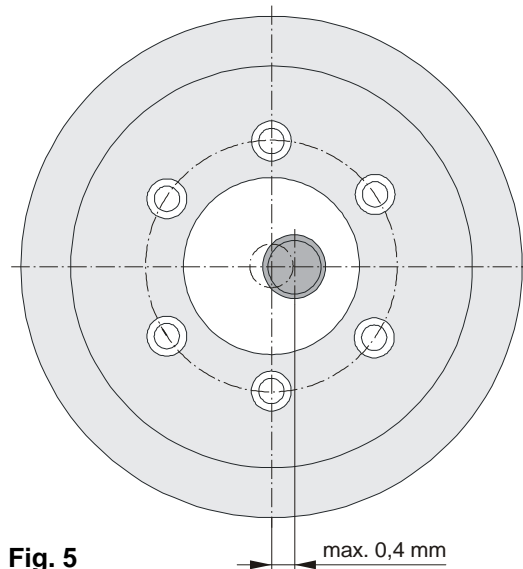

Fig. 5
- ❑ L'excentricité des bouts d'arbre par rapport au diamètre de fixation ne doit pas excéder 0,4 mm (fig. 5).